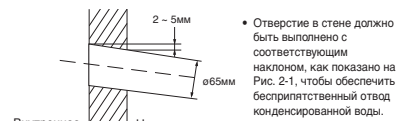

Рис. 2-1
2.1 Прodelайте отверстие в стене в соответствии с Рис. 2-1, для беспрепятственного отвода конденсированной воды.